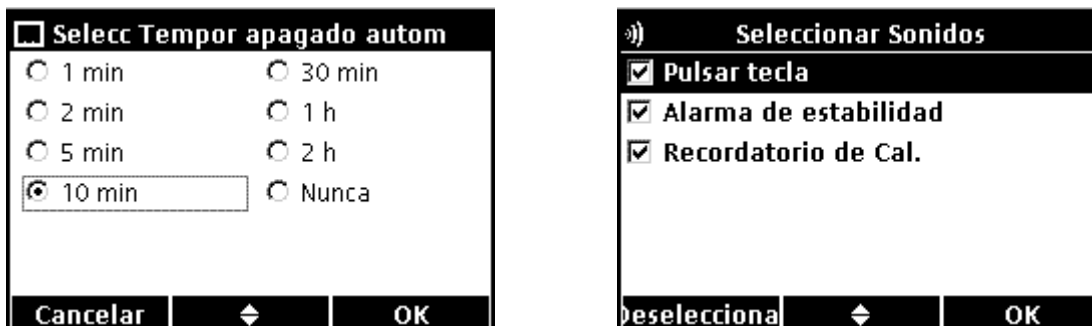

Figura 11 Selección de opción única o múltiple de una lista
1. Seleccione una opción de una lista (Figura 11):